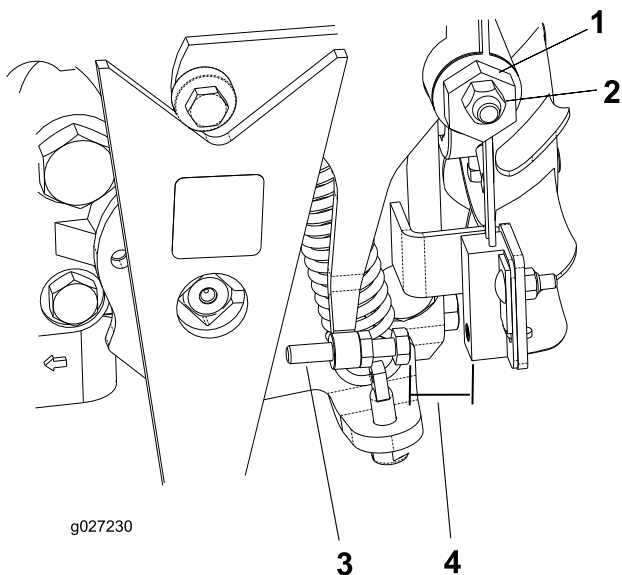

Bild 34
4. Lockern Sie die Sicherungsmutter an der Fahrtriebs-Einstellnocke (Bild 34).
5. Lassen Sie den Motor an und drehen das Sechskant (Bild 34) der Nocke in beide Richtungen, um die zentrale Stellung im Neutralbereich ausfindig zu machen.
3. Stellen Sie die Schraube ein, bis der Abstand  $\pm 0,8-2,3$  mm beträgt, siehe Bild 34.